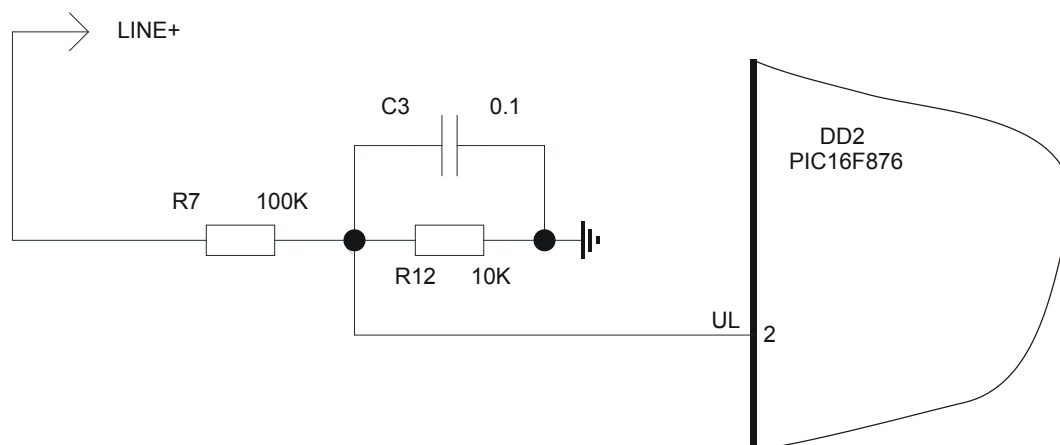

Рисунок 28. Измерение напряжения в ИПЛ
Напряжение линии подается на вход UL (2) микропроцессора DD2 через резистивный делитель R7, R12 (см. рисунок 28). Конденсатор C3 предназначен для сглаживания измеряемого напряжения. Вход UL микропроцессора DD2 – это вход внутреннего аналого-цифрового преобразователя, при помощи которого измеряется напряжение UL. Далее при помощи тарировочного коэффициента программа микропроцессора рассчитывает напряжение LINE+.